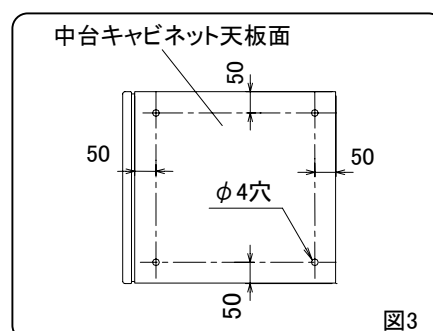

図3
- ③中台キャビネットの天板の所定位置に上台キャビネット連絡用の下穴(φ4穴)を加工してください。(図3)